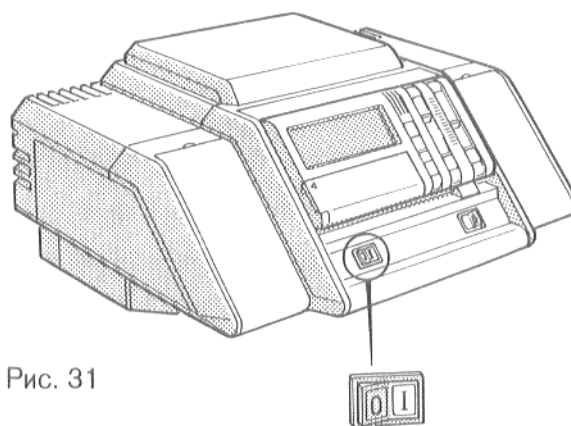

Рис. 31
- Установить переключатель (рис. 31) на I (ВКЛ.)